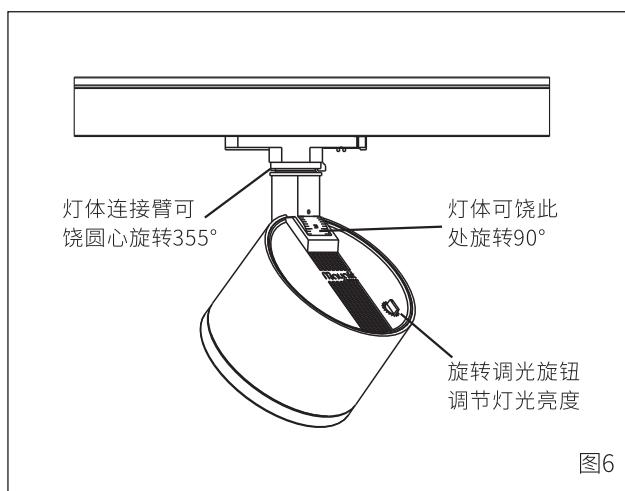

图6
7.灯具安装好后,灯体可水平旋转355°，垂直旋转90°（图6）；
8.旋转调光旋钮，可按需要调节灯具亮度，调光范围4~100%（图6）；